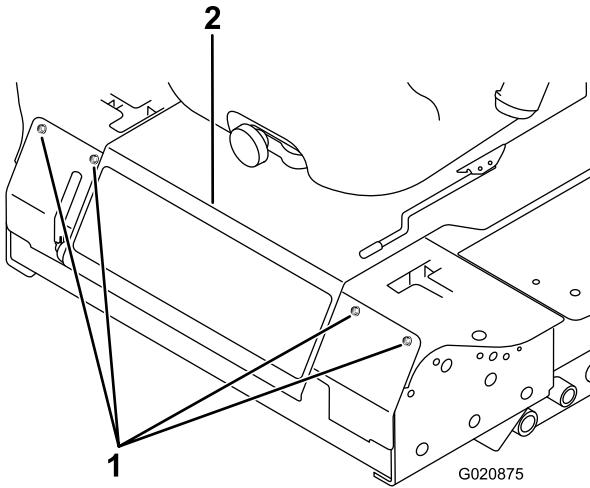

Figure 87
3. Retirez les boulons de fixation du panneau avant et déposez le panneau (Figure 87).